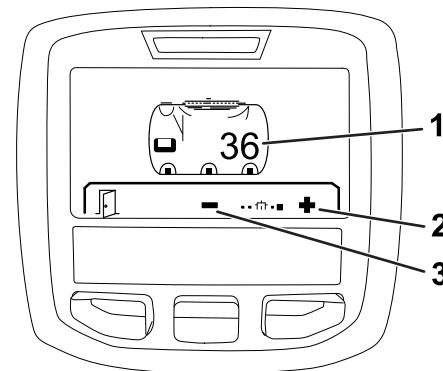

Figura 21
2. Pulse el botón de selección derecho y, a continuación, pulse el botón de selección izquierdo para acceder a la pantalla del depósito (Figura 21).
3. Utilice el botón de selección central y el botón de selección derecho para ajustar el volumen del depósito (Figura 21).